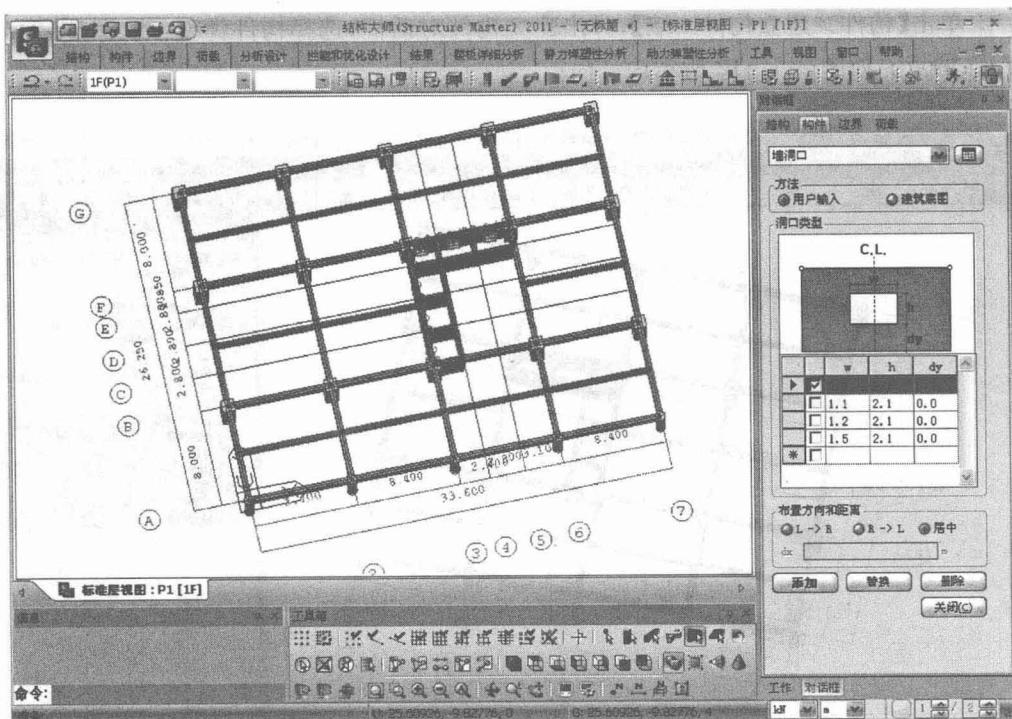

图 2.1-13 墙开洞的设置
5. 单击【构件>洞口>墙】，弹出建立构件对话框，选择方法：用户输入，洞口类型：w:0.9,h:1.2,dy:0.0，布置方向和距离：居中。单击工具箱中“选择墙工具”，选择需要开洞的墙体，点击“添加”，生成墙洞口，如图 2.1-13 所示。